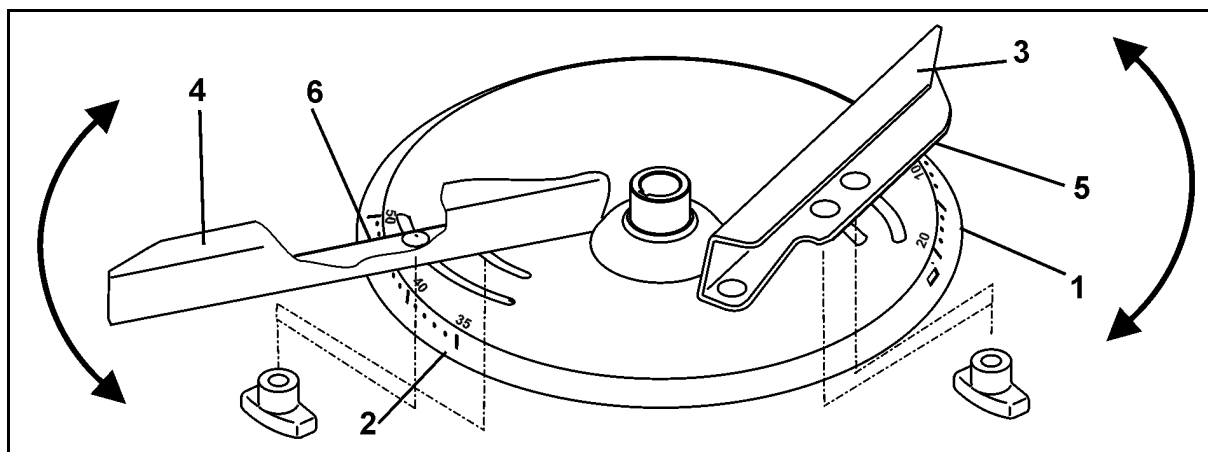

Рис. 53
Для точной настройки без использования инструмента отдельных распределяющих лопастей на каждом распределяющем диске расположены две различающиеся, характерные шкалы (Рис. 53/1 и Рис. 53/2).
- Более короткой лопасти (Рис. 53/3) соответствует шкала (Рис. 53/1) со значениями от 5 до 28, а более длинной лопасти (Рис. 53/4) шкала (Рис. 53/2) со значениями от 35 до 55.
- Найдите для короткой распределительной лопасти (Рис. 53/3) установочное значение на указателе (Рис. 53/5).
- Найдите для длинной распределяющей лопасти (Рис. 53/4) установочное значение на указателе (Рис. 53/6).
- Перевод распределяющих лопастей на большее числовое значение шкалы (Рис. 53/1 или Рис. 53/2) ведет к увеличению рабочей ширины захвата.